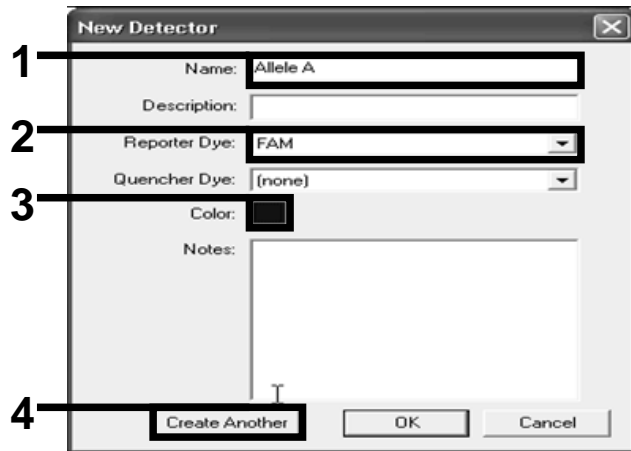

Figura 15. Creazione dei rilevatori.
16. Nella finestra di dialogo "New Detector", digitare *Allele A* nel campo "Name" (nome) (Figura 15). Lasciare "Reporter Dye" (fluorocromo reporter) impostato su "FAM". Cliccare sul pulsante
“Color” (colore), selezionare un colore e cliccare su “OK” (Figura 15). Cliccare su “Create Another” (crea un altro) (Figura 15).